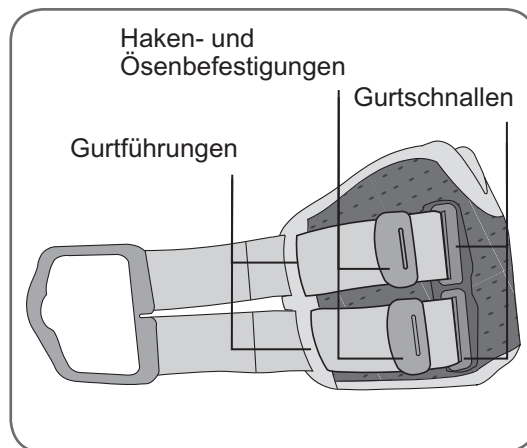

Abbildung 9-12: An der L300-FS-Manschette befestigter L300-FS-Manschettengurt
1. Lösen Sie den gebrauchten L300-FS-Manschettengurt von den Schnallen und Gurtführungen der L300-FS-Manschette (siehe Abbildung 9-12).